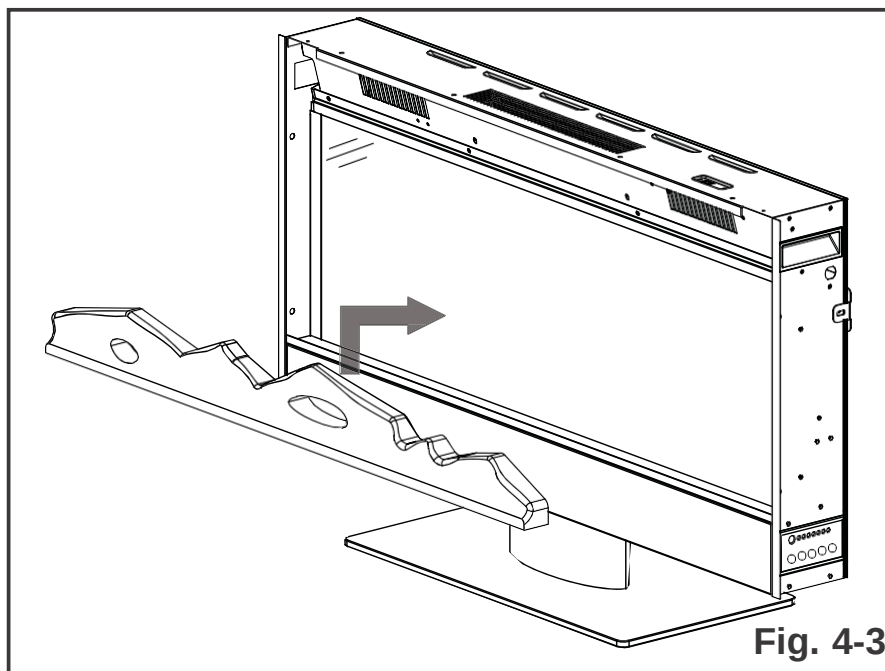

Fig. 4-3
- C. Coloque el juego de troncos en el dispositivo (**Fig. 4-3**).